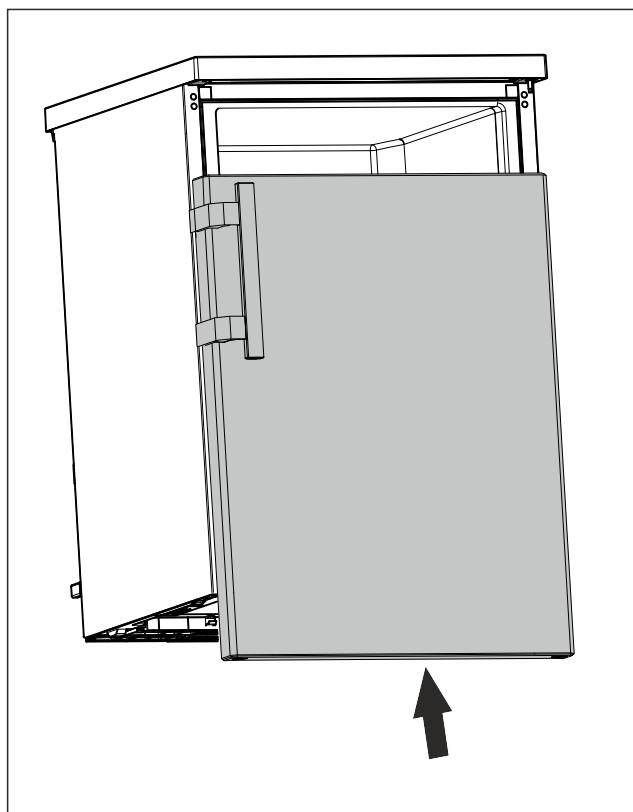

Fig. 23
- ▶ Împingeți ușa în stare închisă pe bolțul superior. (vezi Fig. 23)